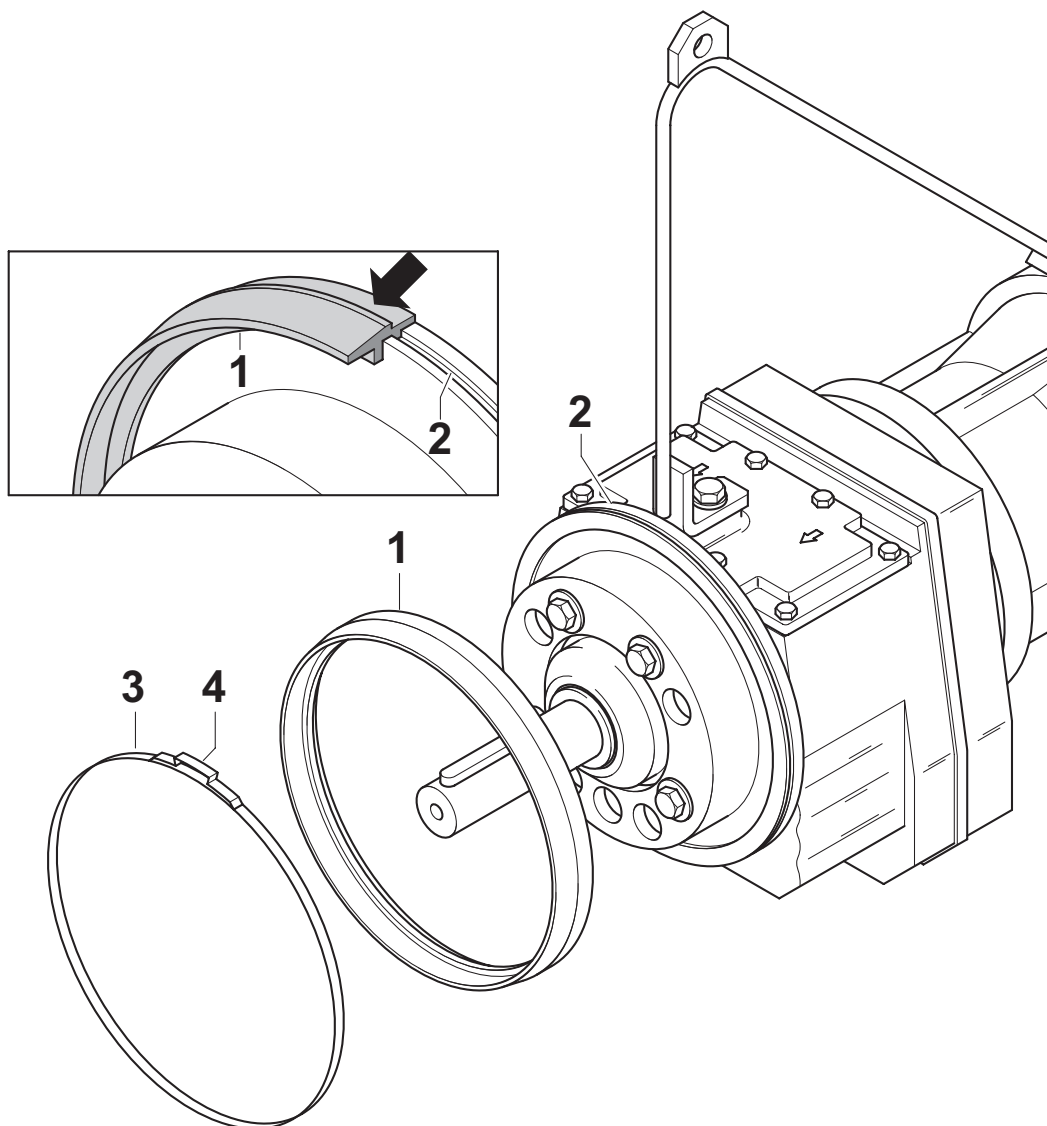

Fig. 19 Desmontaje/colocación del anillo deflector de sólidos
**NOTA** En la Fig. 19 se muestra cómo cambiar el anillo SD en un motor de agitador RW. El proceso es similar para los aceleradores de corriente.
- Para colocar un nuevo anillo SD (19/1), meterlo apretando con la mano alrededor de su circunferencia para que entre en la acanaladura de la cubierta del motor según aparece en el detalle de la Fig. 19.